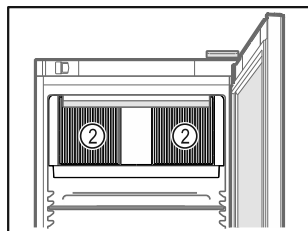

Fig. 60
- Ikke tildekk lufteåpningen Fig. 60 (2) til omluftviften inne i apparatet.